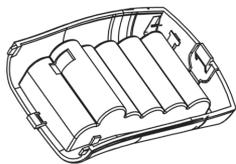

Figura 3
2. Inserire il battery pack. Vedere Figura 3.